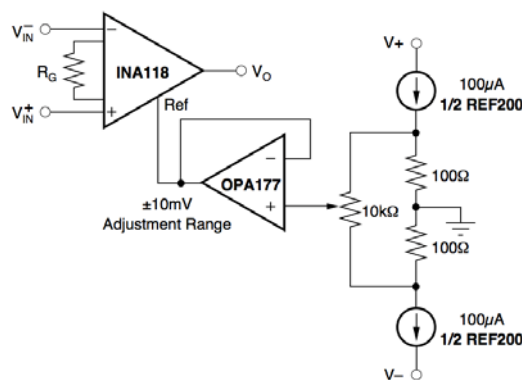

Figura 4
3. El circuit de la figura 4 permet ajustar el nivell de referència de l'amplificador d'instrumentació INA118, per a això utilitza un amplificador operacional (OPA177) juntament amb dues fonts de corrent flotants de precisió el corrent del qual és de $100 \mu\text{A}$. Obteniu l'interval d'ajust de la tensió de referència V_{ref} associada a l'amplificador d'instrumentació.